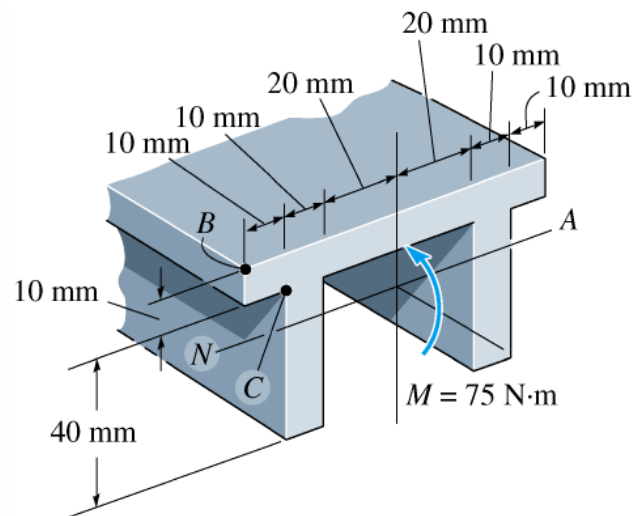

Figura 4.2
4.1.2 Determine a tensão normal máxima que ocorre na viga da Figura 4.2.